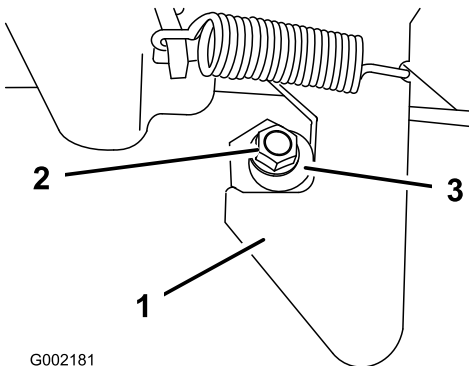

Figura 68
1. Desaperte a porca de bloqueio na extremidade do perno do trinco (Figura 68).
2. Rode o perno do trinco no sentido dos ponteiros do relógio até encostar à zona de gancho do trinco (Figura 68).